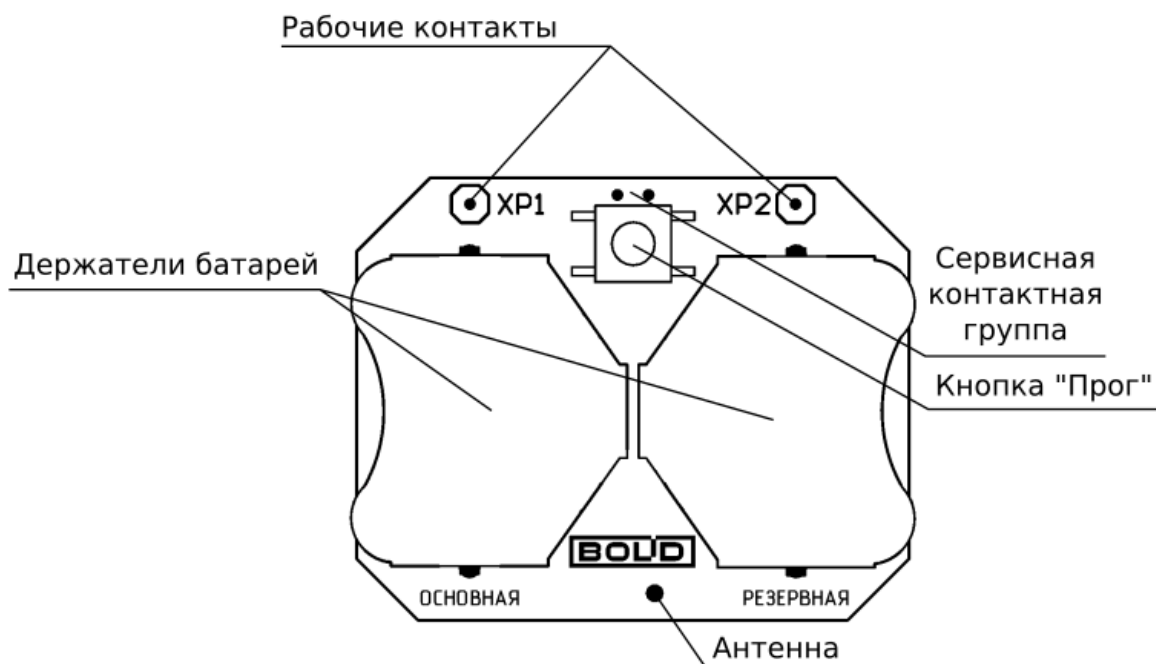

Рисунок 2.2 Расположение элементов на плате
На плате датчика располагаются элементы питания и органы управления прибором (см. Рисунок 2.2):
- Осуществить комбинацию нажатий кнопки «Прог.» на плате датчика (см. Рисунок 2.2):
Тест качества связи запускается посредством короткого нажатия на кнопку «Прог.» на плате прибора (см. Рисунок 2.2). Запуск процедуры может занимать до 2 секунд, при этом прибор осуществляет анализ радиоэфира и регистрацию на Радиоконтроллере или оптимальном ретрансляторе.
- Отключите все источники питания и нажмите кнопку «Прог.» на плате устройства (см. Рисунок 2.2) до полной разрядки конденсаторов (5-10 с).
- При помощи пинцета замкните контакты сервисной группы (см. Рисунок 2.2), и подайте питание.